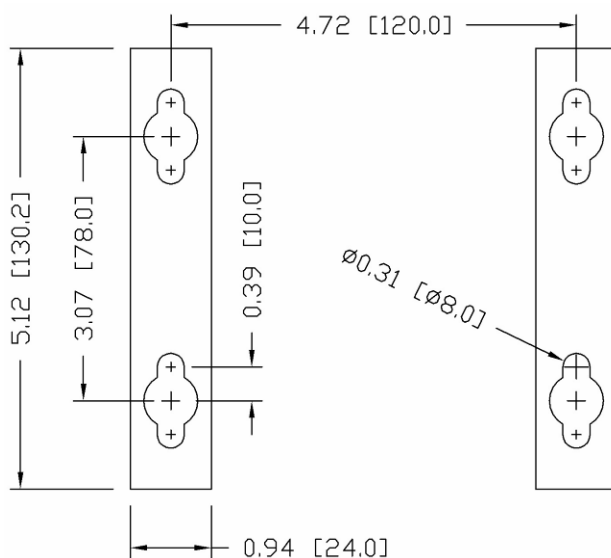

Figure 2-10 : Emplacement des trous de montage
4. Marquez un repère pour la position des trous de montage sur la surface verticale selon les dimensions indiquées sur la Figure 2-10 ou en maintenant le terminal contre la surface et en marquant les trous pour les supports.